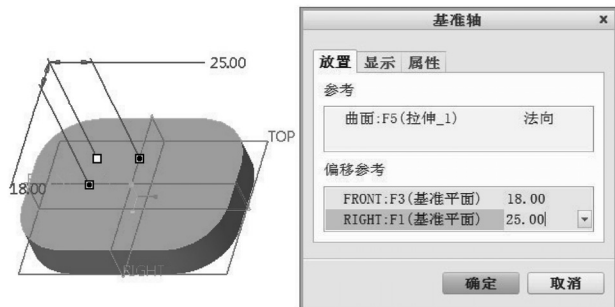

图 3-29 定义偏移参考
4) 使用鼠标拖动其中一个偏移参考控制滑块来选择 FRONT 基准平面作为其中一个偏移参考, 接着拖动另一个偏移参考控制滑块来选择 RIGHT 基准平面作为另一个偏移参考, 然后在对话框的“偏移参考”收集器中分别设置相应的偏移距离, 如图 3-29 所示。